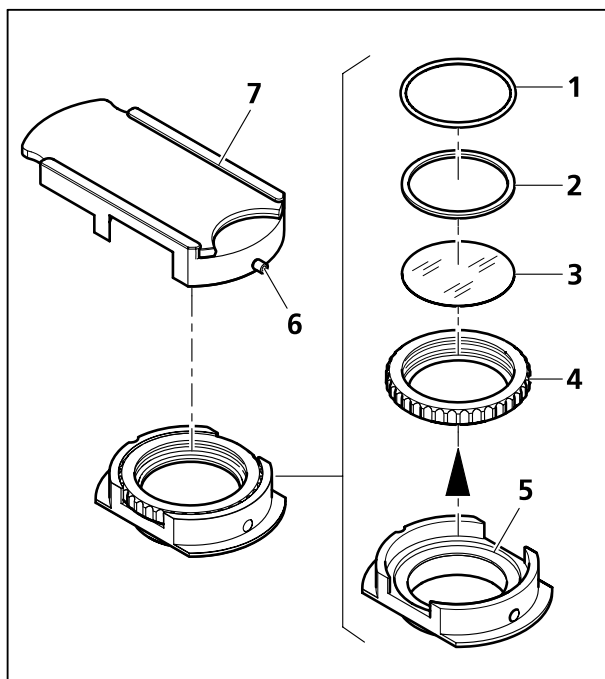

图 12 从滑板中取出滤光片
- 松开紧固螺钉（图 12/6），向下从滑板（图 12/7）中取出滤光片夹座（图 12/5）。
- 滚花环 将滚花环（图 12/4）连同滤光片一起从滤光片夹座中取出。
- 从滚花环中去除两个 O-型环（图 12/1 和 12/2），并小心谨慎地将滤光片从滚花环中推出（图 12/3），妥善保管，以备今后使用。